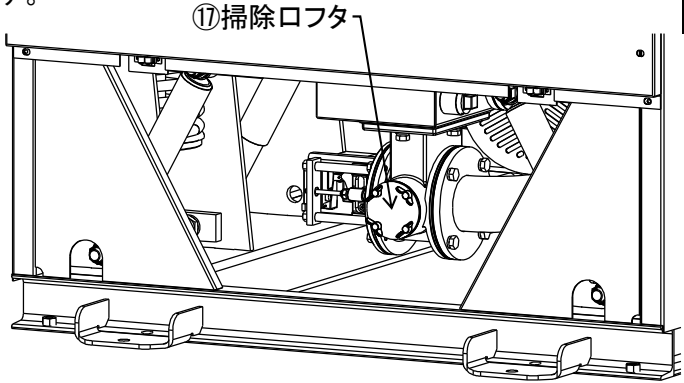

図 8-13
- ・ 前面下部カバーを外します。(図 8-13)
- ・ 前面に①⑦掃除口フタが見えます。
- ・ ①⑧蝶ナットを緩め、①⑦掃除口フタと①⑥掃除口フタパッキンを外します。
- ・ 排水弁内のゴミを取り除き、①⑥排水弁補助弁表面に付着物がある場合は拭き取ります。
- ・ ①⑥排水弁補助弁にひび割れや損傷がないか確認します。
- 問題が発見されたなら、①⑥排水弁補助弁を新しい物と交換すること。